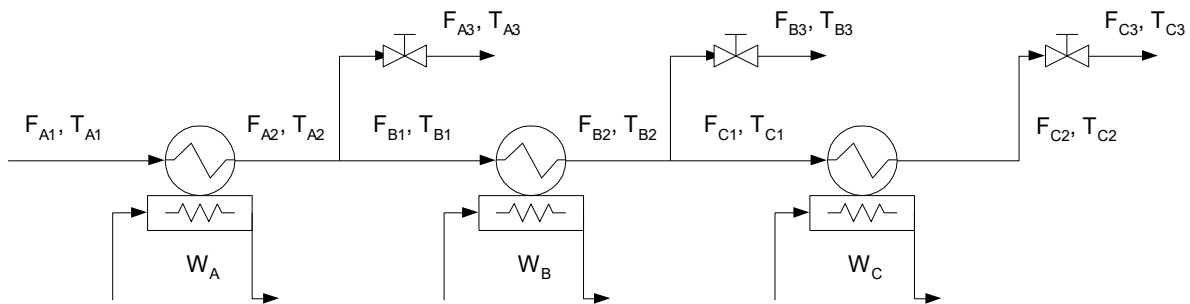

Figura 1: Sistema de calefacción y lecturas.
5. La Figura 1 muestra un sistema que utiliza electricidad para producir agua caliente a distintas temperaturas. En la Tabla 1, se indican las lecturas registradas por el sistema de adquisición de datos. Los caudalímetros tienen una desviación estándar igual a 0.05 L/s. Suponiendo que el sistema está en estado estacionario, realice una estimación de los valores reales de los caudales (no considere las temperaturas). Informe el valor de la función objetivo en L²/s² con cuatro cifras significativas.